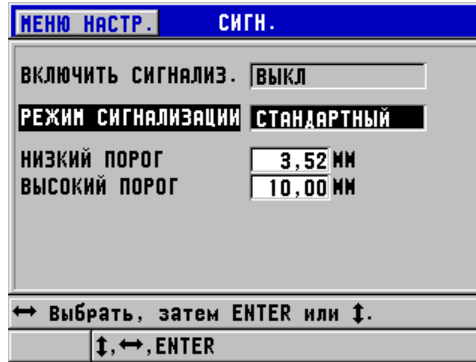

Рис. 7-7 Настройка СТАНДАРТНОГО режима сигнализации
2. В окне СИГН. (см. Рис. 7-7 на стр. 144):